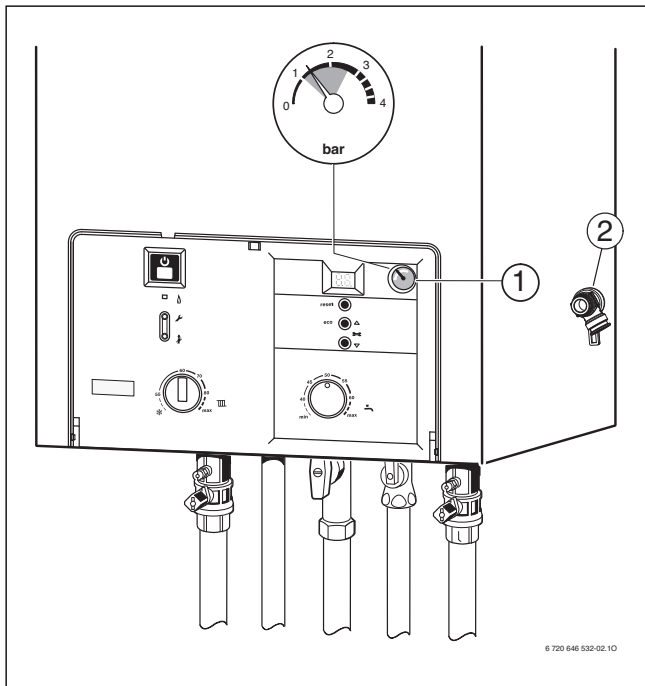

Bild 3
- ▶ Der Zeiger am Manometer (→ Bild 3, [1]) soll zwischen 1 bar und 2 bar stehen.
- **Max. Druck** von 3 bar, bei höchster Temperatur des Heizungswassers, darf nicht überschritten werden (Sicherheitsventil öffnet (→ Bild 3, [2])).